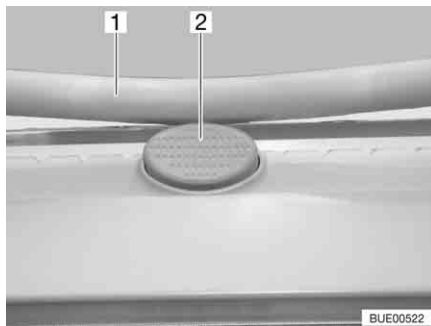

Fig. 17 Bottone di sicurezza sull'oblò inclinabile
- Premere il bottone di sicurezza (Fig. 17,2) e tirare verso il basso la staffa (Fig. 17,1) con entrambe le mani.
- Premere la staffa verso l'alto con ambedue le mani, finché la staffa non poggia al di sopra del bottone di sicurezza (Fig. 17,2).